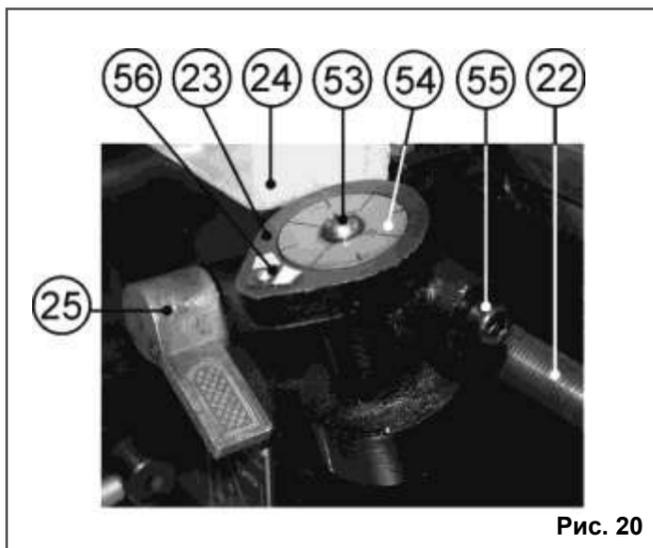
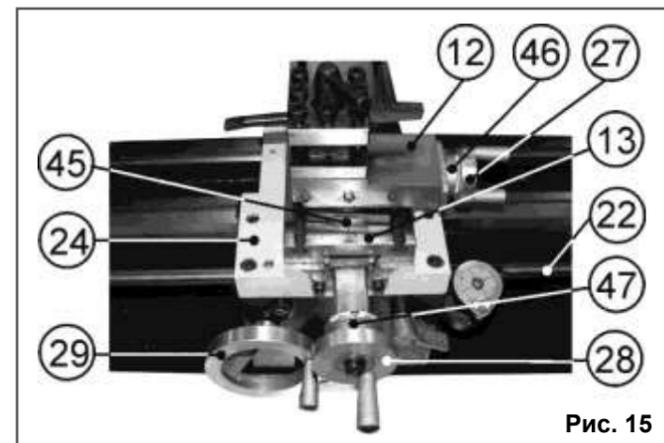

Рис. 20
Рис. 15
10.8.6. Маховиком подачи поперечного суппорта (28), Рис. 2, установите глубину резания, не превышая 0,2 мм за один проход. Опустите вниз ручку управления разъемной гайкой ходового винта (25) и начните нарезание резьбы, Рис. 20.
10.8.7. По мере приближения резца к концу резьбы, отведите резец, используя маховик подачи поперечного суппорта (28), Рис. 15. Поднимите вверх ручку управления разъемной гайкой ходового винта (25), Рис. 20. Вращая маховик ручной подачи каретки (29), Рис. 15, отведите каретку назад к началу нарезания резьбы. Наблюдайте за вращающимся диском (54) индикатора нарезания резьбы (23). По мере совмещения метки (56) на корпусе индикатора нарезания резьбы (23) и ранее выбранного вами по таблице 5 числа индикаторного диска (54), резко опустите вниз ручку управления разъемной гайкой ходового винта (25) и начните нарезание резьбы. Повторяйте цикл нарезания резьбы до окончательных размеров.
10.3. Точение (Рис. 15)
10.3.1. Установка и подача резца в продольном направлении станины (20) станка, Рис. 2, производится вращением маховика ручной подачи каретки (29), Рис. 15.
10.3.2. Точная установка и подача резца в продольном направлении производится маховиком подачи (27) поворотного суппорта (12), установленного параллельно ходовому винту подачи каретки (22), что соответствует совмещению метки на поперечном суппорте (13) и нулевой отметки шкалы (45) поворотного суппорта (12), Рис. 15.
10.3.3. Расстояние прохождения резца контролируется по шкале лимба (46), (1 деление = 0,025 мм), Рис. 15.
10.3.4. Установка и подача резца в поперечном направлении (установка глубины точения, торцевое точение) производится вращением маховика подачи поперечного суппорта (28), Рис. 15.
10.3.5. Глубина подачи резца в поперечном направлении контролируется по шкале лимба (47). При этом, глубина точения за один проход не должна превышать 0,3 мм (1 деление лимба=0,025 мм), Рис. 15.
10.3.9. Обнуление лимбов (46, 47) поперечного и поворотного суппортов производится вращением от руки соответствующего лимба до совмещения рисок нулевых отметок, Рис. 15.
10.7.7. Включите станок п. 10.2., подведите резец (35) к началу предполагаемой резьбы. Маховиком подачи поперечного суппорта (28) установите глубину резания, не превышая 0,2 мм за один проход (описано выше в п. 10.3.). Опустите вниз ручку управления разъемной гайкой ходового винта (25) и начните нарезание резьбы, Рис. 20.
10.7.8. По мере приближения резца к концу нарезаемой резьбы отведите резец (35), используя маховик подачи поперечного суппорта (28), п.10.3., Рис. 15, а переключателем направления вращения шпинделя (6), Рис. 14, включите в обратном направлении. **Не переключайте ручку управления разъемной гайкой ходового винта (25) при выполнении операции нарезания резьбы до конца изготовления резьбы, Рис. 20.**